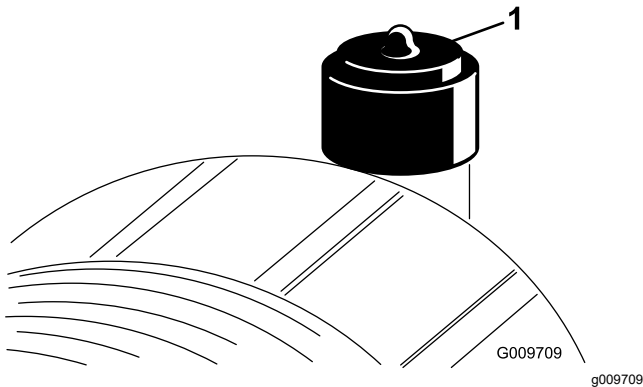

Bild 69
Warten Sie den Luftfilter nur, wenn die Wartungsanzeige dies angibt (**Bild 69**). Das frühzeitige Auswechseln des Luftfilters erhöht nur die Gefahr, dass Schmutz in den Motor gelangt, wenn Sie den Filter entfernen.
6. Stellen Sie die Anzeige (Bild 69) zurück, wenn sie auf Rot steht.